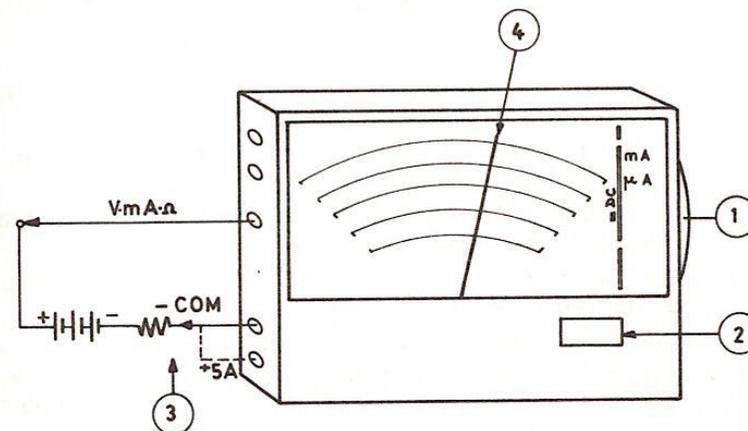

Fig. 13
- Agir sur le sélecteur latéral (1) pour afficher le calibre désiré dans la fenêtre (2).
- Respecter la polarité indiquée sur la figure 13 en branchant les cordons de mesure (3) :
- Lire la valeur mesurée (4) selon les instructions du tableau ci-après :
- Effectuer le branchement entre les douilles COM— et + 5 A comme indiqué en pointillé Fig. 13.